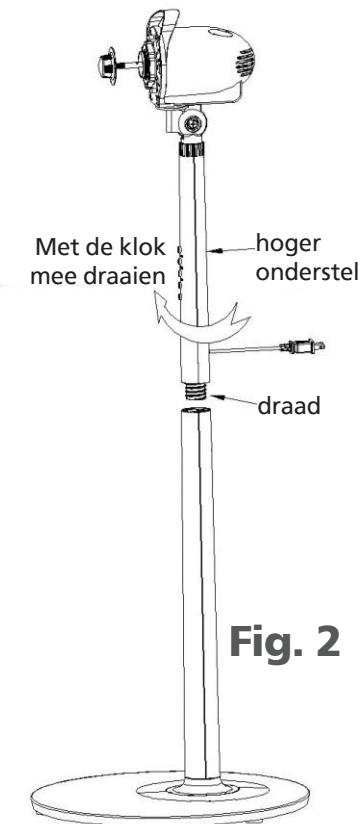

Fig. 2
2. Daarna plaats u de bovenste onderstel aan de lagere onderstel en draait u met de klok mee de schroef stevig vast (Fig. 2)